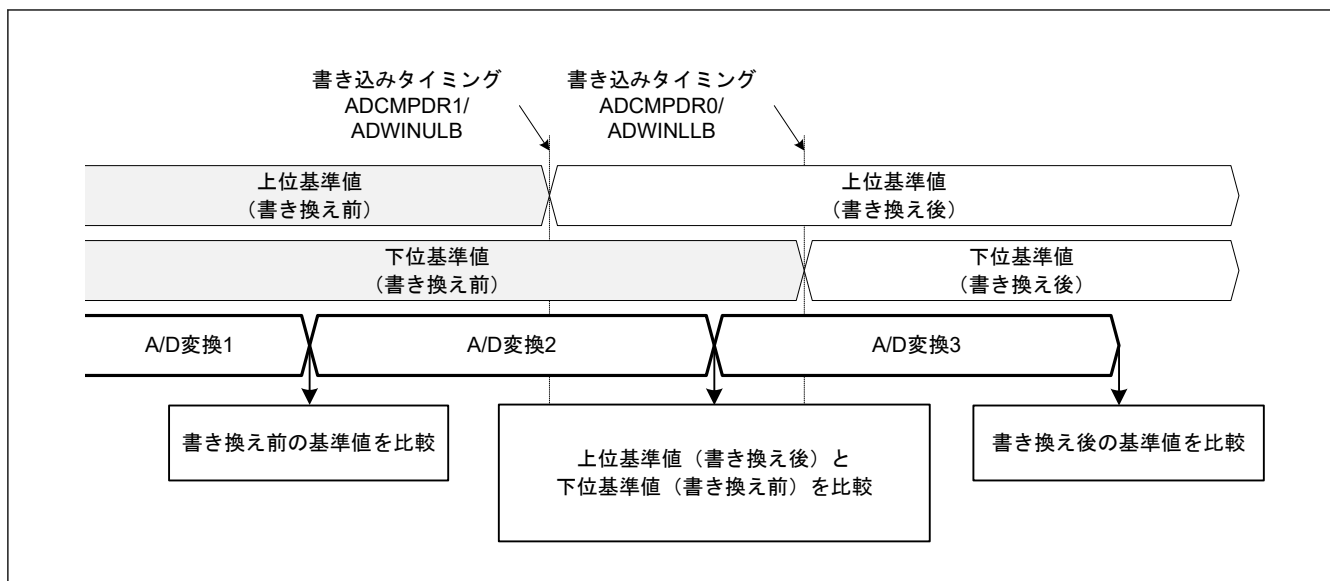

図 35.5 書き換え前後の上側基準値と下側基準値の比較
- 注 1. 下側基準および上側基準は、それぞれのレジスタが書き込まれる時に変更されます。たとえば上側基準値が変更され、下側基準値が変更中の場合、本 MCU は上側基準値（変更後）と下側基準値（変更前）を A/D 変換結果と比較します。図 35.5 を参照してください。2 つの基準値の書き換え時に比較エラーとなった場合、ADCSR.ADST および関連するコンペアウィンドウ動作許可ビット (ADCMPCR.CMPAE または ADCMPCR.CMPBE) がどちらも 0 のときに、それらの基準値を書き換えてください。